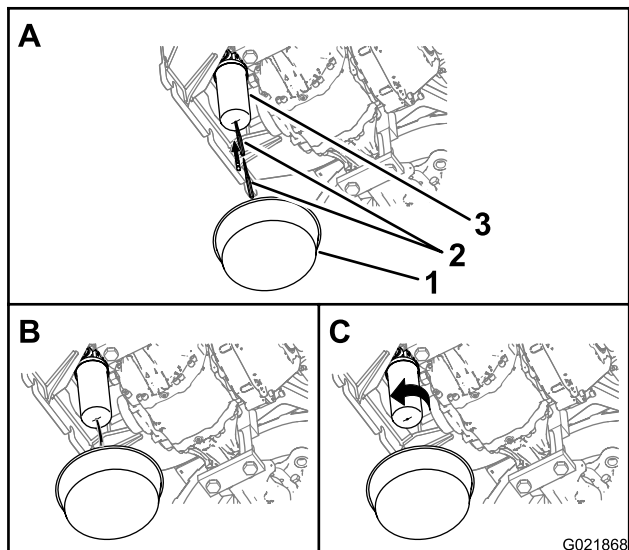

Figura 96
Nota: Puede acceder al filtro de retorno hidráulico desde debajo de la parte trasera de la máquina (Figura 96).
1. Coloque un recipiente debajo del filtro de retorno hidráulico (Figura 96).
2. Perfore la parte inferior del filtro de retorno hidráulico y deje que el aceite hidráulico residual se vierta en el recipiente (Figura 96).
3. Gire el filtro de retorno hidráulico en sentido antihorario y retire el filtro (Figura 96).